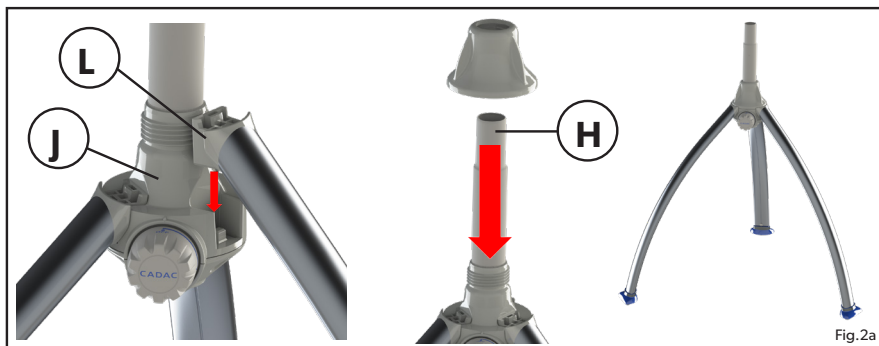

Fig.2a
- Montare il dispositivo secondo le figure 2a e 2b.